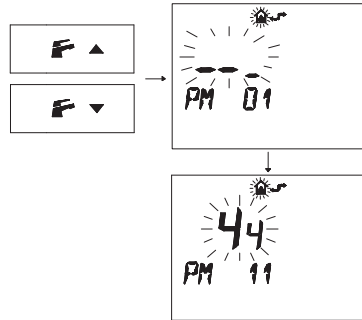

Figura 5.37
- Pulse los botones  $\text{F} \blacktriangledown$  o  $\text{F} \blacktriangle$  para acceder al ajuste "PM11" de postcirculación de la bomba (Figura 5.37).